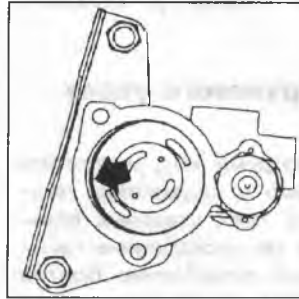

Рис. 260
1. Установите новое уплотнительное кольцо (Рис.260). Перед установкой слегка смажьте его вазелином. Убедитесь в